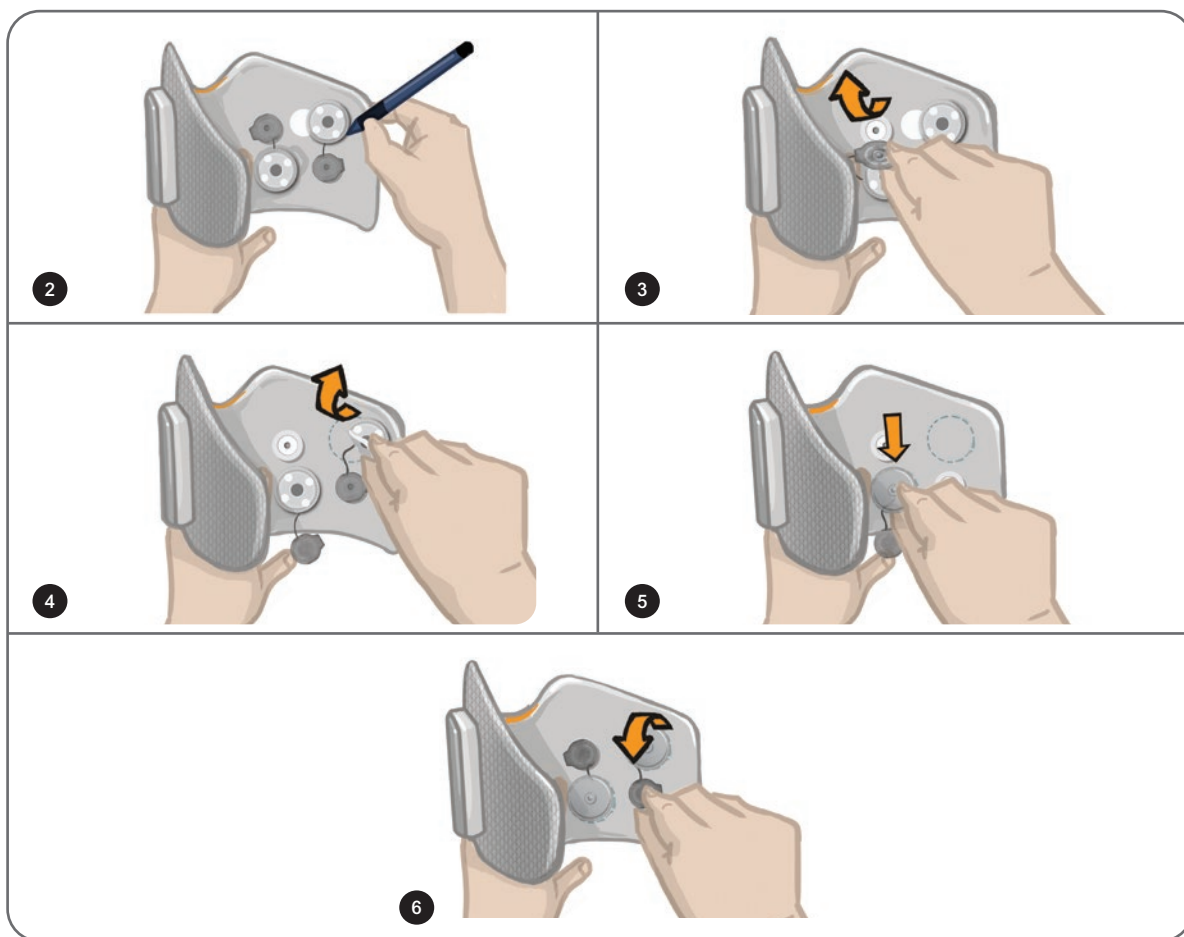

Figure 8-10 : Installation des bases d'électrodes rondes en tissu
**Pour installer les bases d'électrodes rondes en tissu : (reportez-vous à la figure 8-10)**